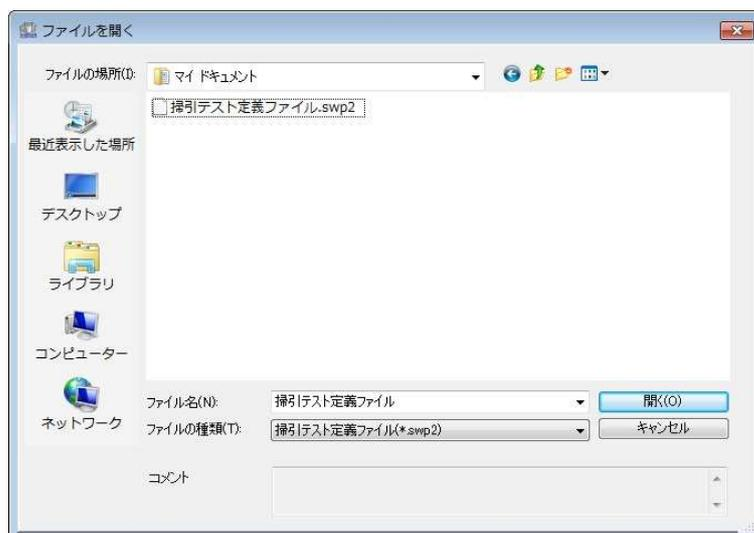

Fig.2-2-2 ファイル指定画面
ここで、①「参照」を押下すると Fig.2-2-2 のように定義されたテストの選択画面が現れます。